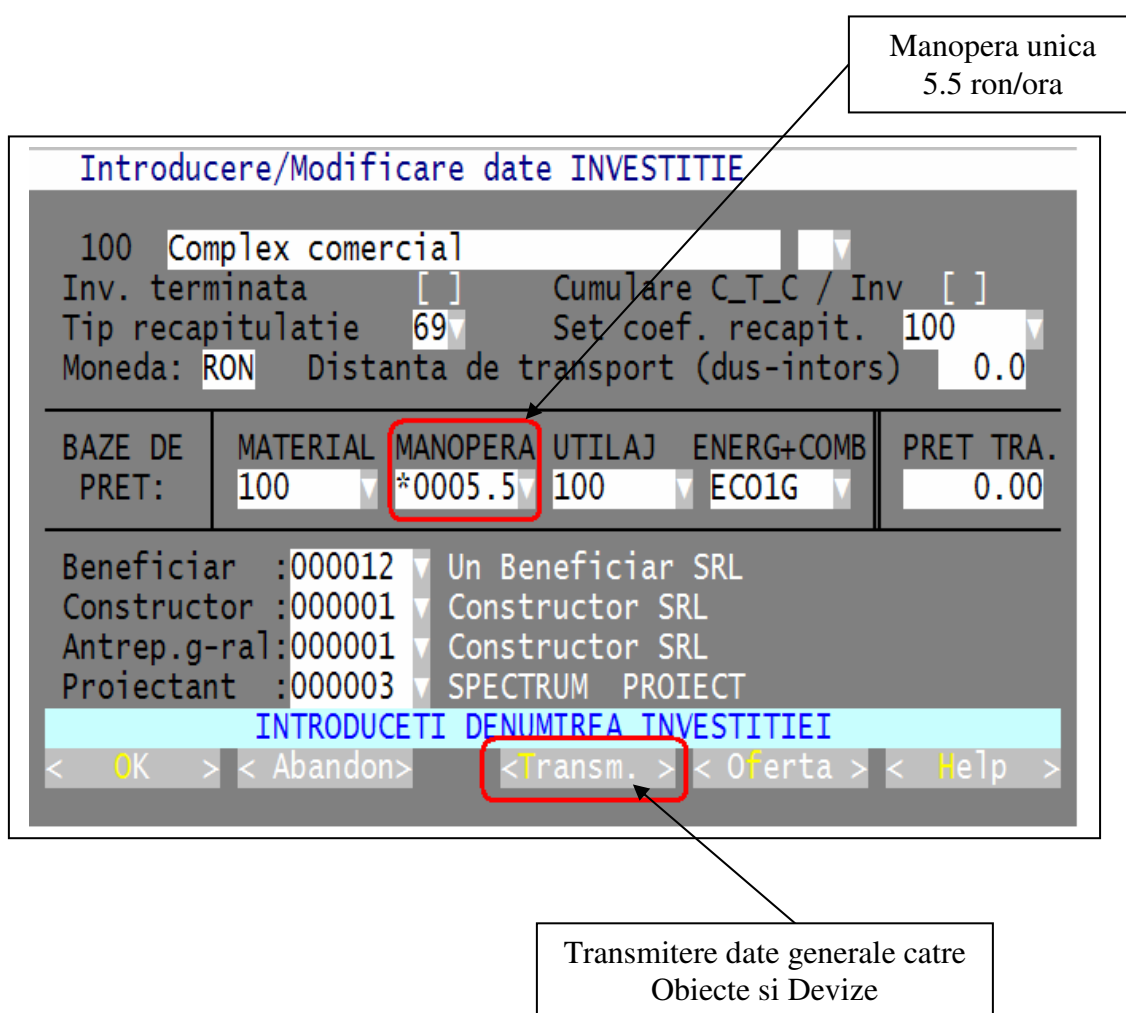

Figura 26: Utilizarea manoperei unice si a transmiterii automate a datelor generale ale investitiei catre obiectele si stadiile fizice aferente
1. Folositi **manopera unica** in locul bazelor de pret cu manopera, ca in Figura 26.
- sa economisim timp: printr-un un simplu click pe butonul „Transm.” din Figura 26 se transmit coeficientii investitiei in mai putin de o secunda !
3. Folositi **baze de preturi dedicate** pentru fiecare investitie. Evitati sa ~~refolositi~~ bazele de pret *de la alte lucrări*, intrucât pot aparea surprize neplacute. In Figura 26 se observă că investitia cu codul „100” utilizeaza baza de preturi la materiale „100”, baza de preturi la utilaje „100” si setul de coeficienti pentru recapitulatie de asemenea tot „100”.